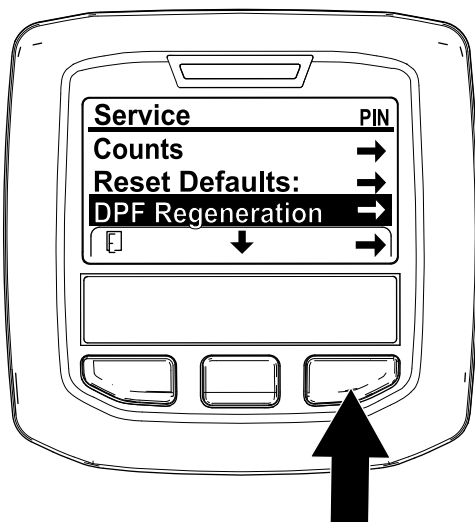

Bild 41
1. Navigieren Sie auf das Menü „Service“ und drücken Sie die mittlere Taste, um auf die Option DPF REGENERATION zu navigieren (Bild 41).
2. Drücken Sie die rechte Taste, um den Eintrag „DPF Regeneration“ auszuwählen (Bild 41).